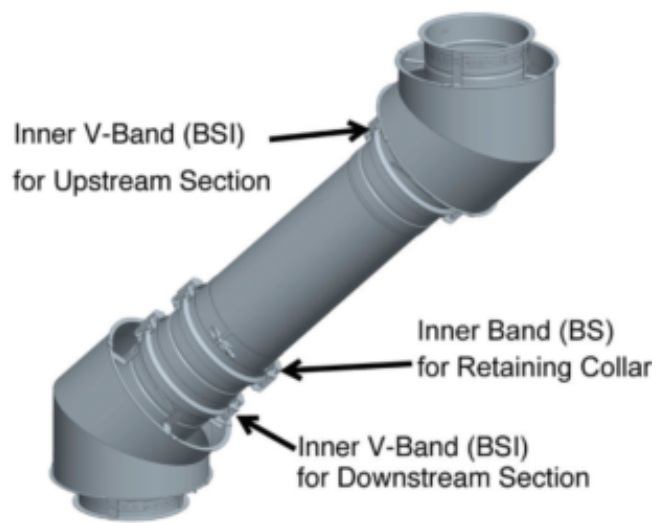

Figure 38 - Étape 10-11 - Fixez la bande à bride de retenue
Étape 10 - Ensuite, installez l'autre bande en V (BSI) sur ces brides (comme l'assemblage de joint régulier). Voir figure 38.